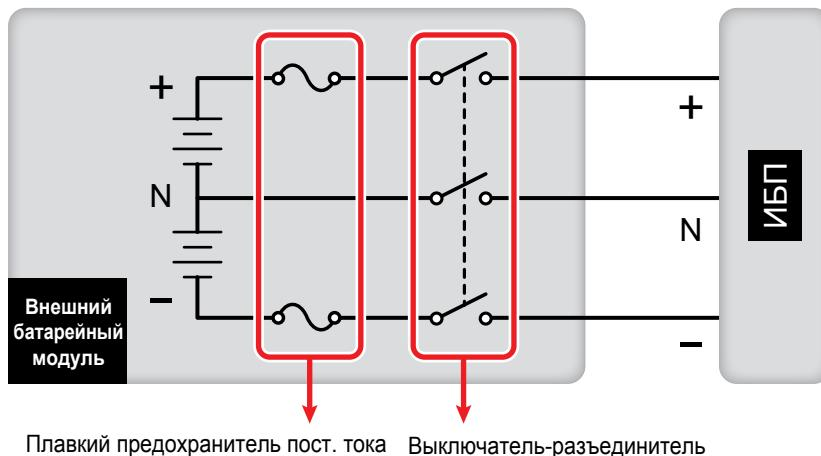

Рис. 6-18. Установка выключателя-разъединителя последовательно с плавким предохранителем постоянного тока
- Устройство защиты внешнего батарейного модуля выбирается квалифицированным сервисным специалистом. Таким устройством может быть выключатель-разъединитель, включенный последовательно с плавким предохранителем постоянного тока, или автоматический выключатель переменного тока; см. **Таблицу 6-2.** При выборе устройства защиты внешнего батарейного модуля следует руководствоваться следующими факторами: (1) значение тока перегрузки между ИБП и цепью батарей, (2) значение тока короткого замыкания, (3) материал жилы кабеля, (4) требования местных ПУЭ. По вопросам установки устройства защиты внешнего батарейного модуля вы можете обратиться в сервисную службу Delta. Схемы подключения устройства защиты внешнего батарейного модуля показаны на *Рис. 6-18 ~ Рис. 6-20*.